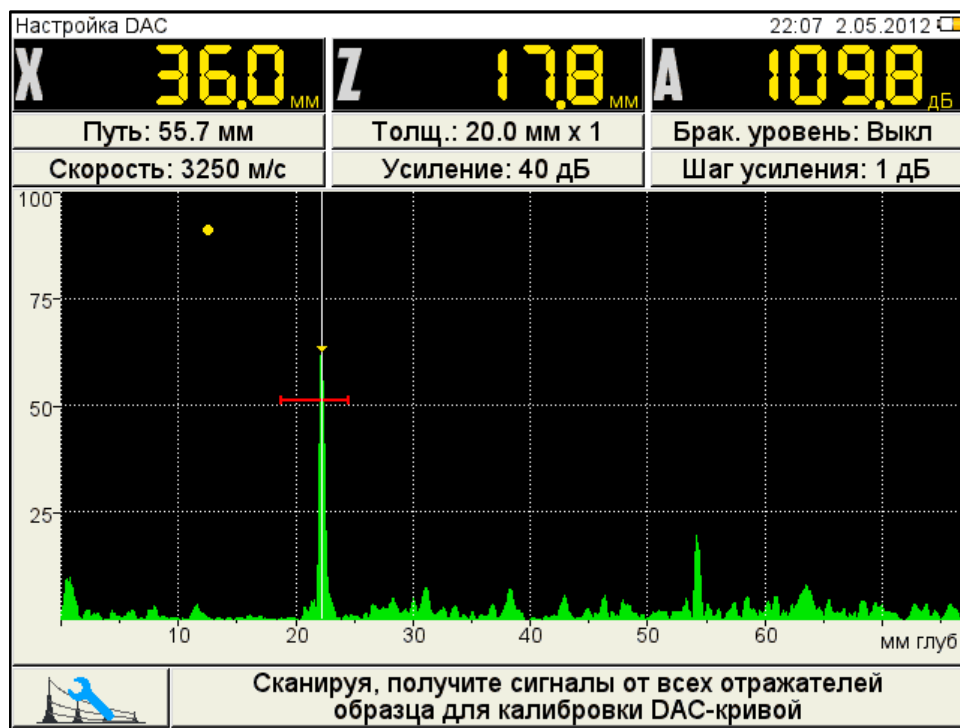

Рисунок 48
– найти максимальный сигнал от второго контрольного отражателя и отредактировать его аналогично первому отражателю, при этом первая узловая точка не должна попадать в поле строба (рисунок 48).